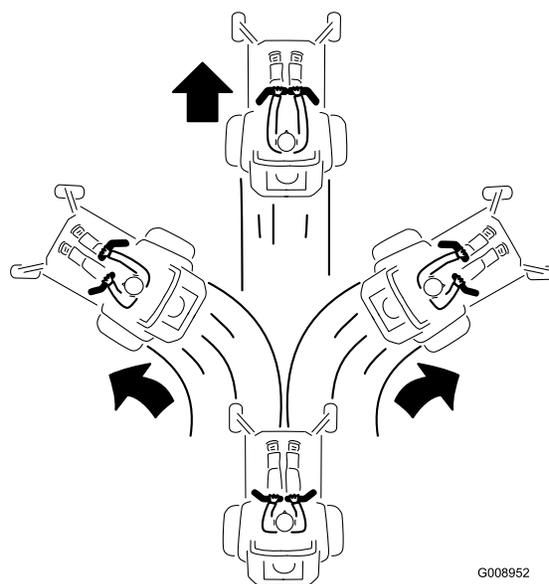

Figure 15
Pour vous déplacer en ligne droite, appliquez une pression égale sur les deux leviers de déplacement (Figure 15).
Pour tourner, relâchez le levier de commande correspondant à la direction que vous voulez prendre (Figure 15).
2. Pour vous déplacer en marche avant, poussez lentement les leviers de commande de déplacement vers l'avant (Figure 15).